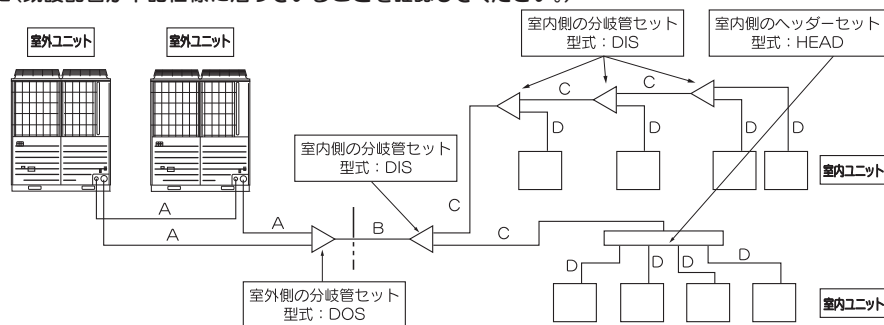

図 1
1) 室外ユニット~室外ユニット側の分岐管 : 図 1 のA部
2) 主管(室外側の分岐～室内側の第一分岐間)：図1のB部
3) 室内側の第一分岐～室内側の分岐間：図1のC部
下流に接続される室内ユニットの容量の合計により下表により選定ください。ただし、主管(図1のB部)サイズを超えないでください。
4) 室内側分岐～室内ユニット間：図1のD部
室内機接続配管サイズ表 ただし、主管(図1のB部)サイズを超えないでください。